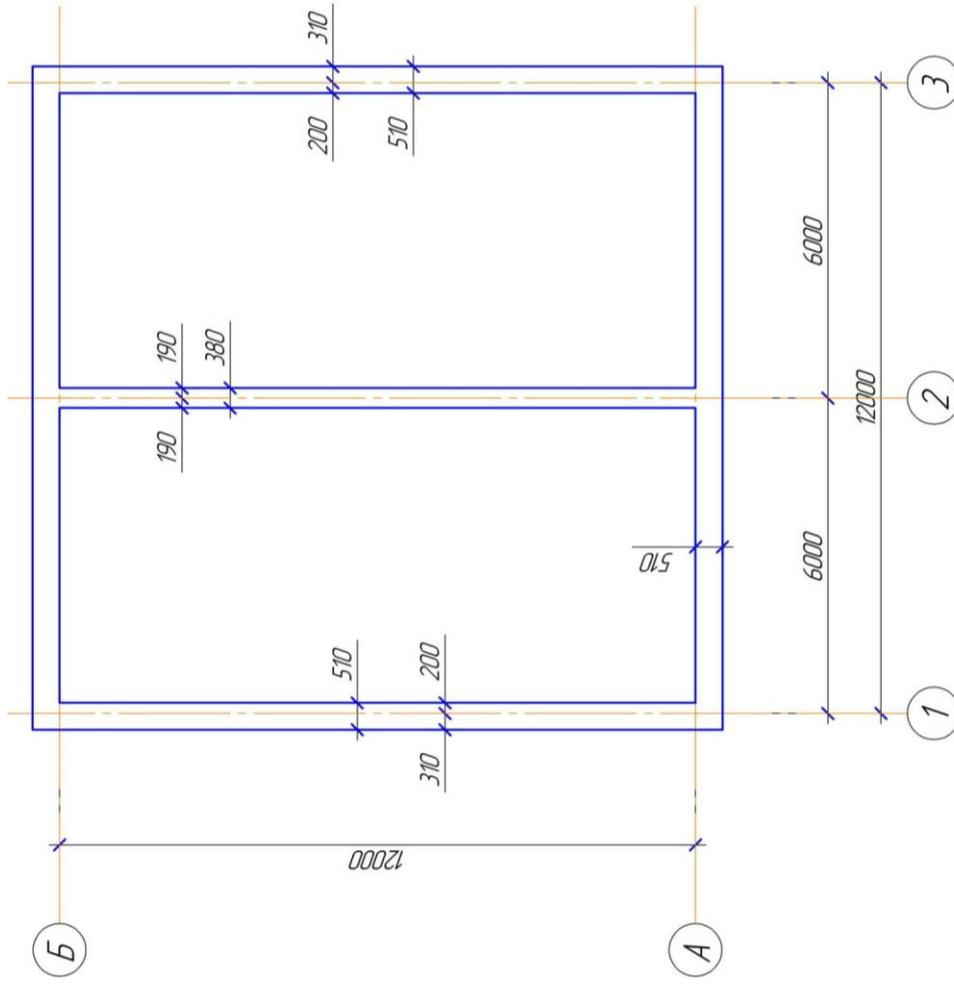

Рисунок 35
1. Тонкими штрихпунктирными линиями нанести координационные оси несущих стен здания (продольных и поперечных, наружных и внутренних), чтобы получить сетку осей. Обозначить оси: горизонтальные – прописными буквами русского алфавита в направлении снизу вверх; вертикальные – арабскими цифрами в направлении слева направо. Оси заканчиваются кружками диаметром от 8 до 12 мм, в которых шрифтом 5 или 3,5 необходимо указать их обозначения (рис. 35).